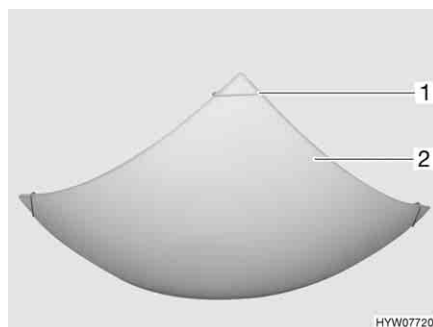

Fig. 187 Lampada a soffitto (quadrata)
- Tirare verso l'esterno due delle quattro graffe di supporto (Fig. 187,1) poste sulla lampada a soffitto contro la resistenza delle molle e spingerle verso l'alto sopra la copertura della lampada (Fig. 187,2).